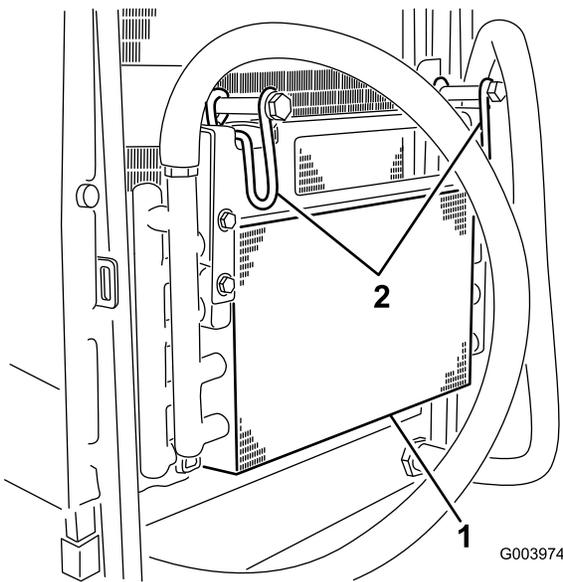

Рисунок 66
5. Поверните защелки внутрь, чтобы освободить маслоохладитель (Рисунок 66).